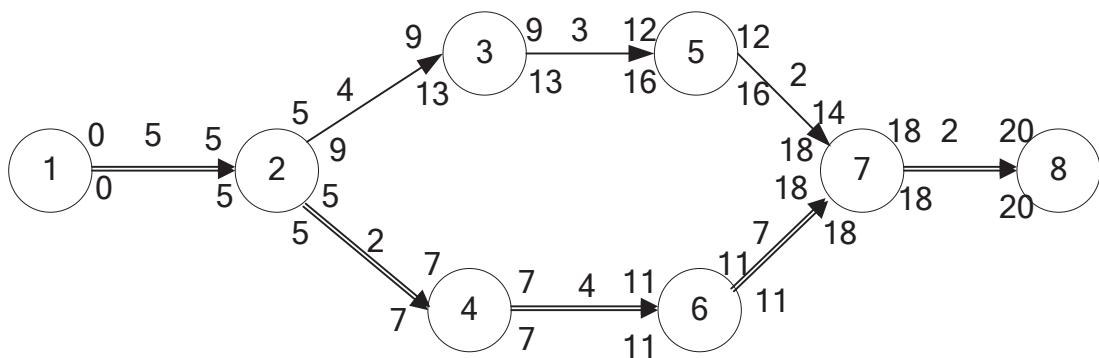
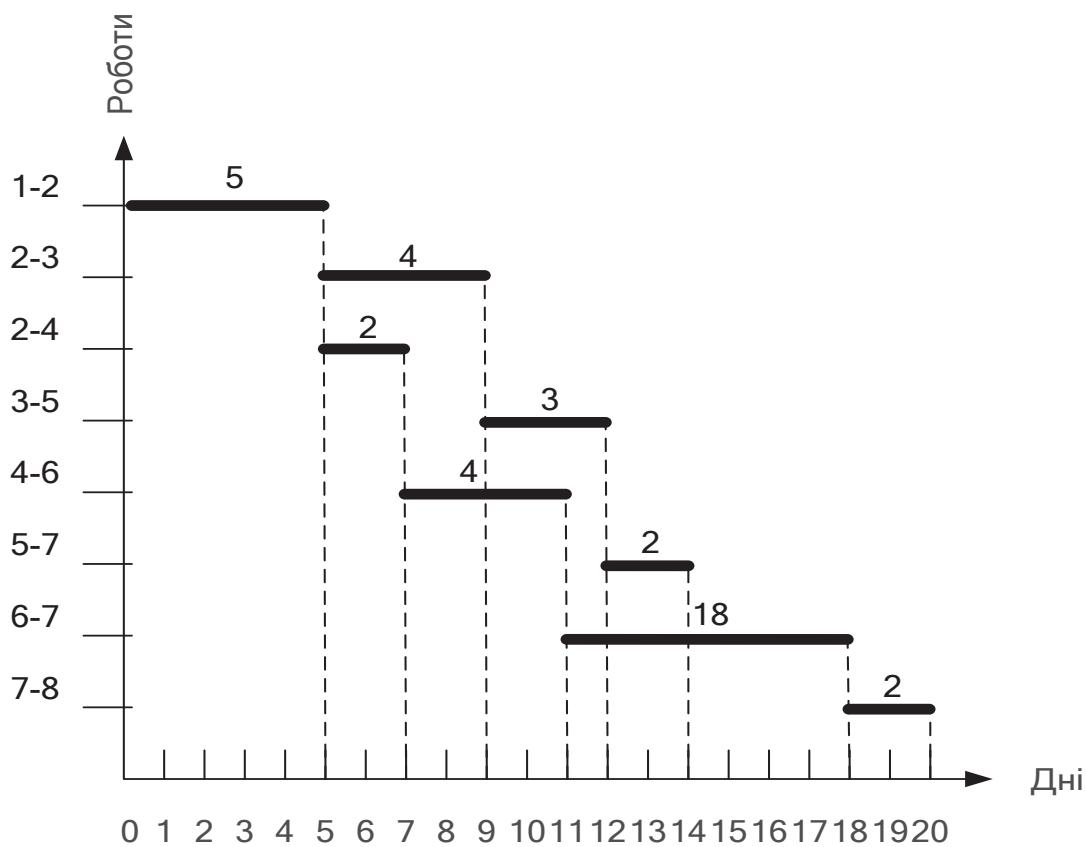

Рис. 5.30. Мережна модель
Рис. 5.32. Відображення робіт на діаграмі Ганта
**Завдання 3.** Використовуючи дані мережної моделі (рис. 5.30), побудувати діаграму Ганта для ранніх термінів початку і закінчення робіт. Зв'язки між роботами позначити стрілками. Критичний шлях – подвійною лінією.
2. Використовуючи дані мережного графіка про ранні терміни початку і закінчення робіт (рис. 5.30), розташованих над стрілками, відобразимо всі роботи, включені в мережний графік. Над відрізком, що відповідає роботі, вкажемо її тривалість (рис. 5.32).